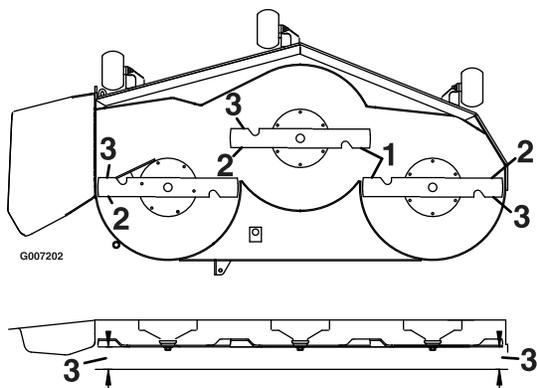

Figure 63
4. Mesurez la distance entre les tranchants extérieurs et le sol plat (Figure 63).